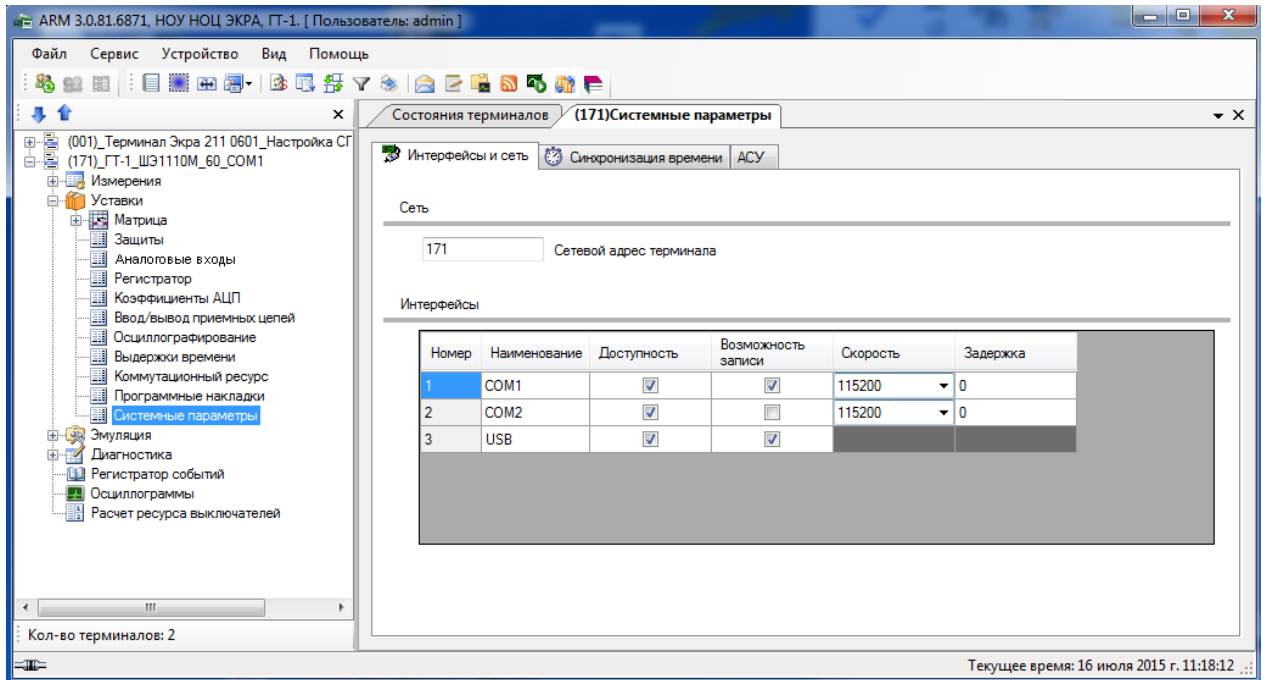

Рисунок 6.66
6.6.10.1.1 Вкладка Интерфейсы и сеть (см. рисунок 6.66)